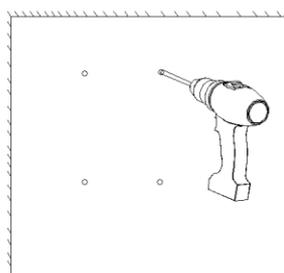

图 2-2
- 1) 用冲击钻在上一步所做的记号处打四个圆孔，如图 2-2 所示。